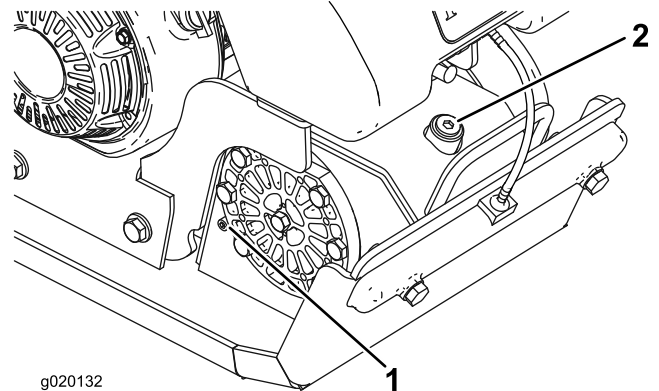

Figura 23
2. Coloque un recipiente debajo del tapón de aceite y retire el tornillo del tapón de aceite situado en el lateral del alojamiento de la excéntrica (**Figura 23**).
2. Coloque un recipiente debajo del tapón de aceite y retire el tapón de llenado y el tornillo del tapón de aceite (Figura 23).
3. Incline la plancha compactadora ligeramente hacia adelante y utilice una pistola de succión para retirar el aceite a través del orificio de llenado (Figura 23).
4. Vierta aceite lentamente en el orificio de llenado hasta que salga aceite del tapón de aceite (Figura 23).